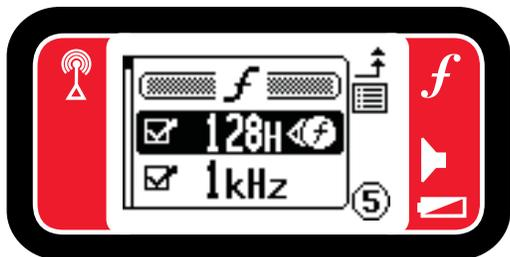

Figura 8 – Lista de frecuencias disponibles del menú principal
- Utilice las teclas direccionales arriba y abajo   para desplazarse por la lista de frecuencias disponibles. Presione la tecla Seleccionar  para activar una frecuencia señalada. La casilla junto a cada frecuencia estará marcada al ser activada (Ver Figura 8).